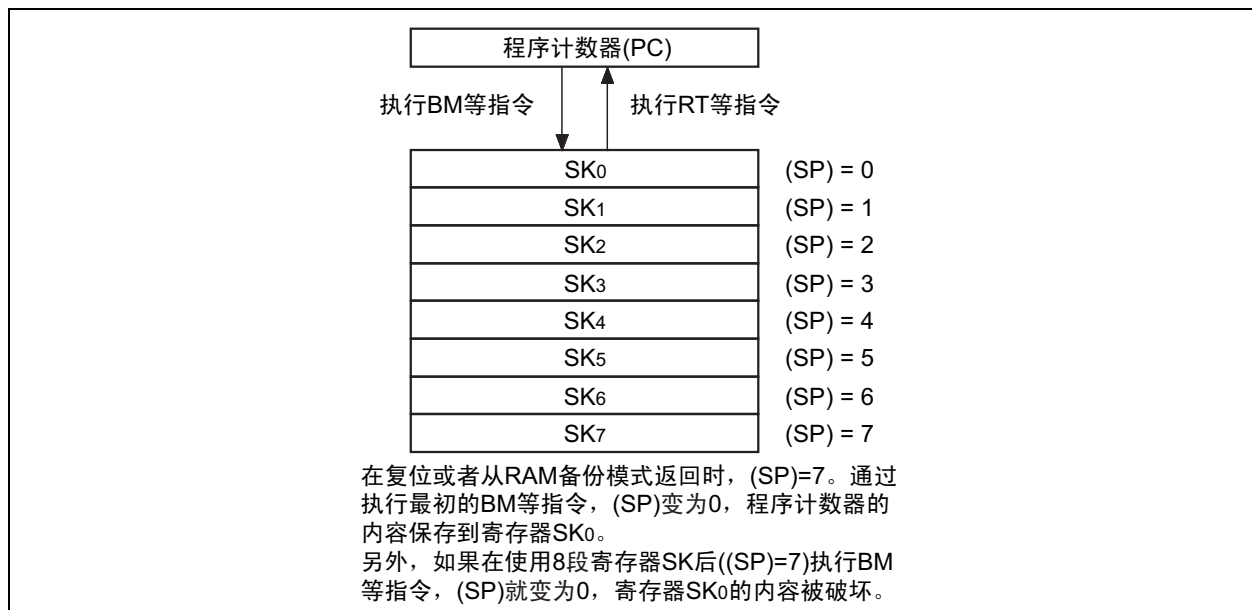
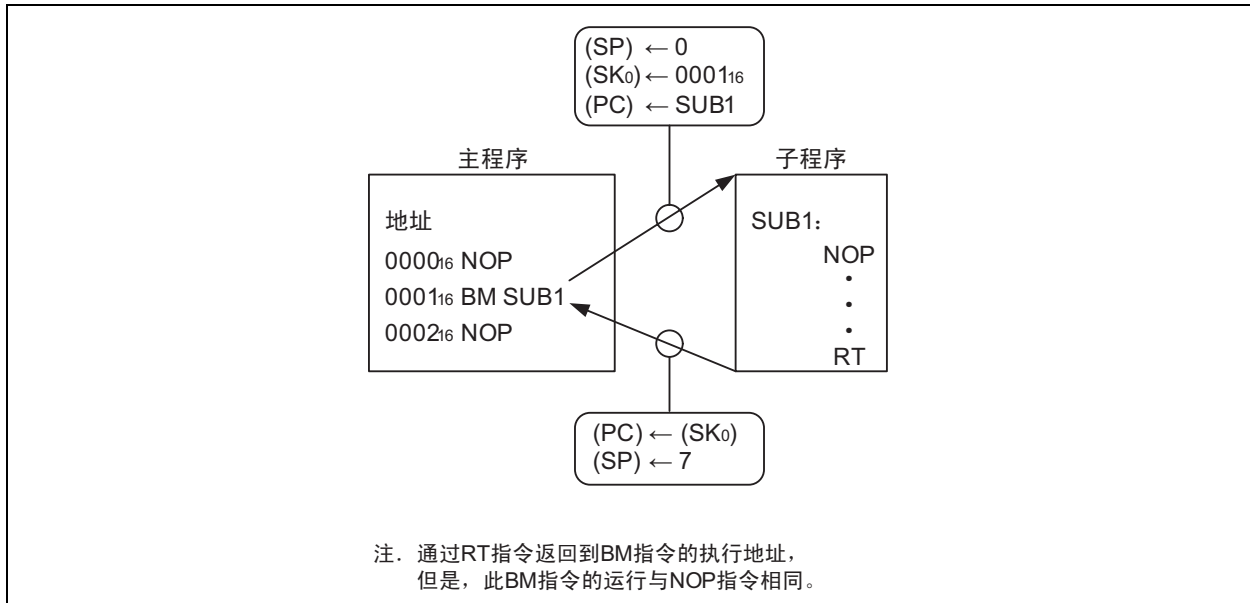

图 11. 堆栈寄存器 SK 的结构
图 12. 子程序调用时的运行例子
另外，由 3 位构成的堆栈指针 (SP) 自动指定寄存器 SK 的嵌套，堆栈指针的内容能通过 TASP 指令传送到寄存器 A。寄存器 SK 的结构如图 11、子程序调用时的运行例子如图 12 所示。